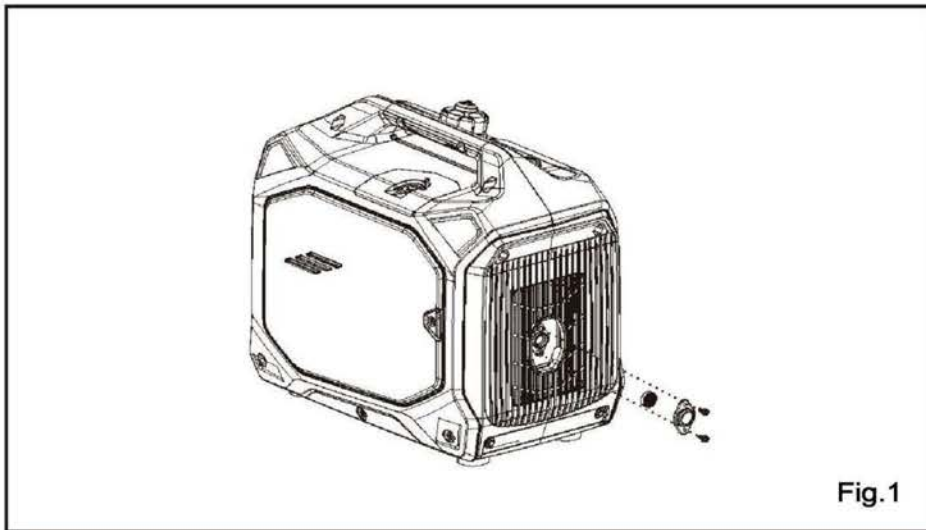

Fig.1
- Para cambiar el aceite, primero retire el Panel de Mantenimiento (Fig. 1).
- Para limpiar el filtro de aire, comience retirando el panel de mantenimiento (Fig. 1).
1. Retire el panel de mantenimiento de bujías (Fig. 1).
Hay seis tornillos (Fig. 1) que se pueden quitar para acceder al silenciador y al apagachispas.
3. Retire la tapa del tanque de combustible. Utilice una bomba manual (Fig. 1) para extraer el combustible del tanque bombeándolo a un recipiente autorizado. Enrosque la tapa del combustible en el tanque una vez finalizado.